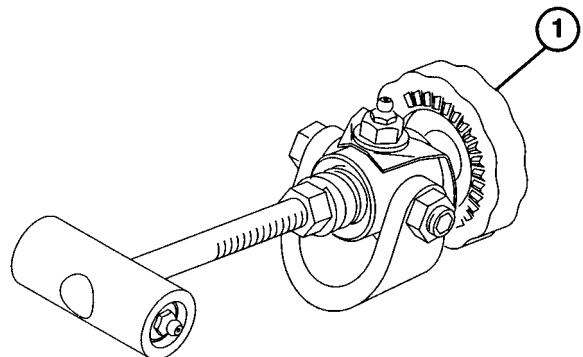
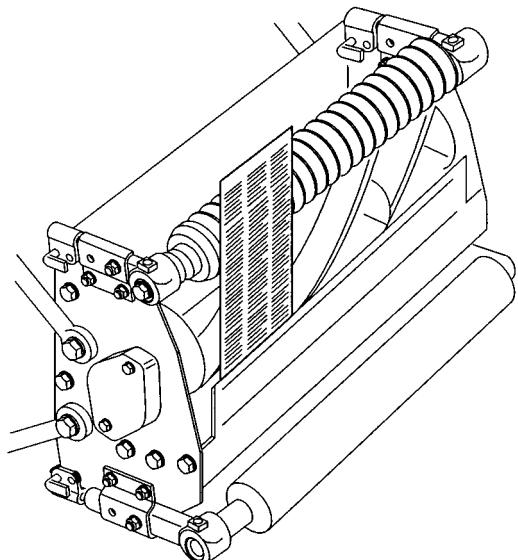

Bild 2
Bild 3
EINSTELLUNG VON UNTERMESSE- SPINDELKONTAKT (Bild 2–3)
1. Sicherstellen, daß der Spindelkontakt abgenommen wird, indem das Untermessereinstellrad im Gegenuhrzeigersinn gedreht wird (Bild 2). Das Schnittwerk kippen, um Zugang zu Spindel und Untermesser zu erhalten (Bild 3).